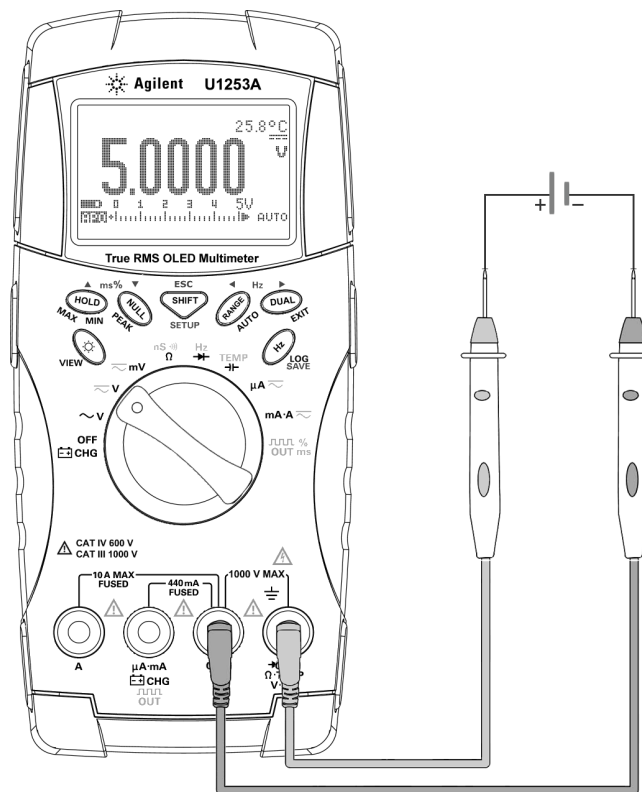

Figura 2-2 Medición de tensión de CC
- 3 Conecte los cables de prueba rojo y negro a las terminales de entrada **V.mV (rojo)** y **COM (negro)** respectivamente (consulte la Figura 2-2).